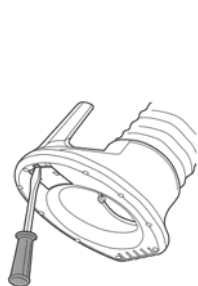

Fig. 6
- ④ ドリル (Φ12)
1) マイナスドライバーを使用して、フード吸引側のカバーを外してください。(Fig. 6)